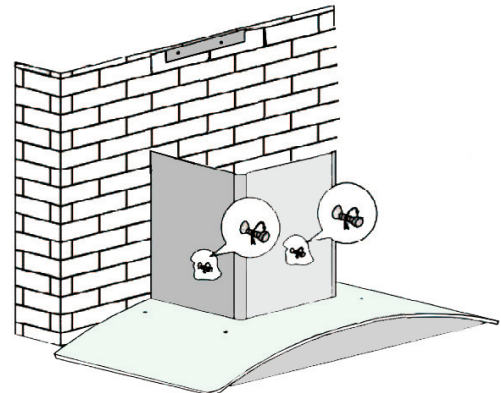

Figure 5
- Vissez la hotte sur le mur (voir figure 5).